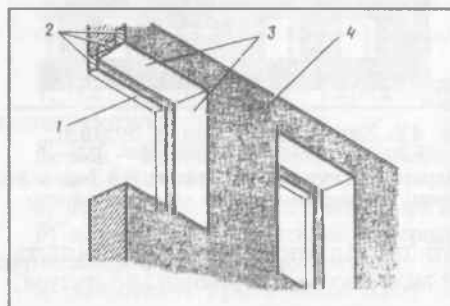

Рис. 44. Фрагмент зовнішньої стіни:
3. *Простінки* (рис. 44) розташовані між прорізами, тобто це ділянки стін. Розрізняють простінки рядові, які знаходяться між двома прорізами, та кутові, що розташовані у кутках стін.
5. *Перемички* – конструкції, які перекривають проріз зверху. Вони бувають брускові, залізобетонні, цегляні (див. рис. 44).
6. *Проріз* – це отвір у стінах для вікон і дверей. Бокові та верхні площини прорізів називають косяками (див. рис. 44).